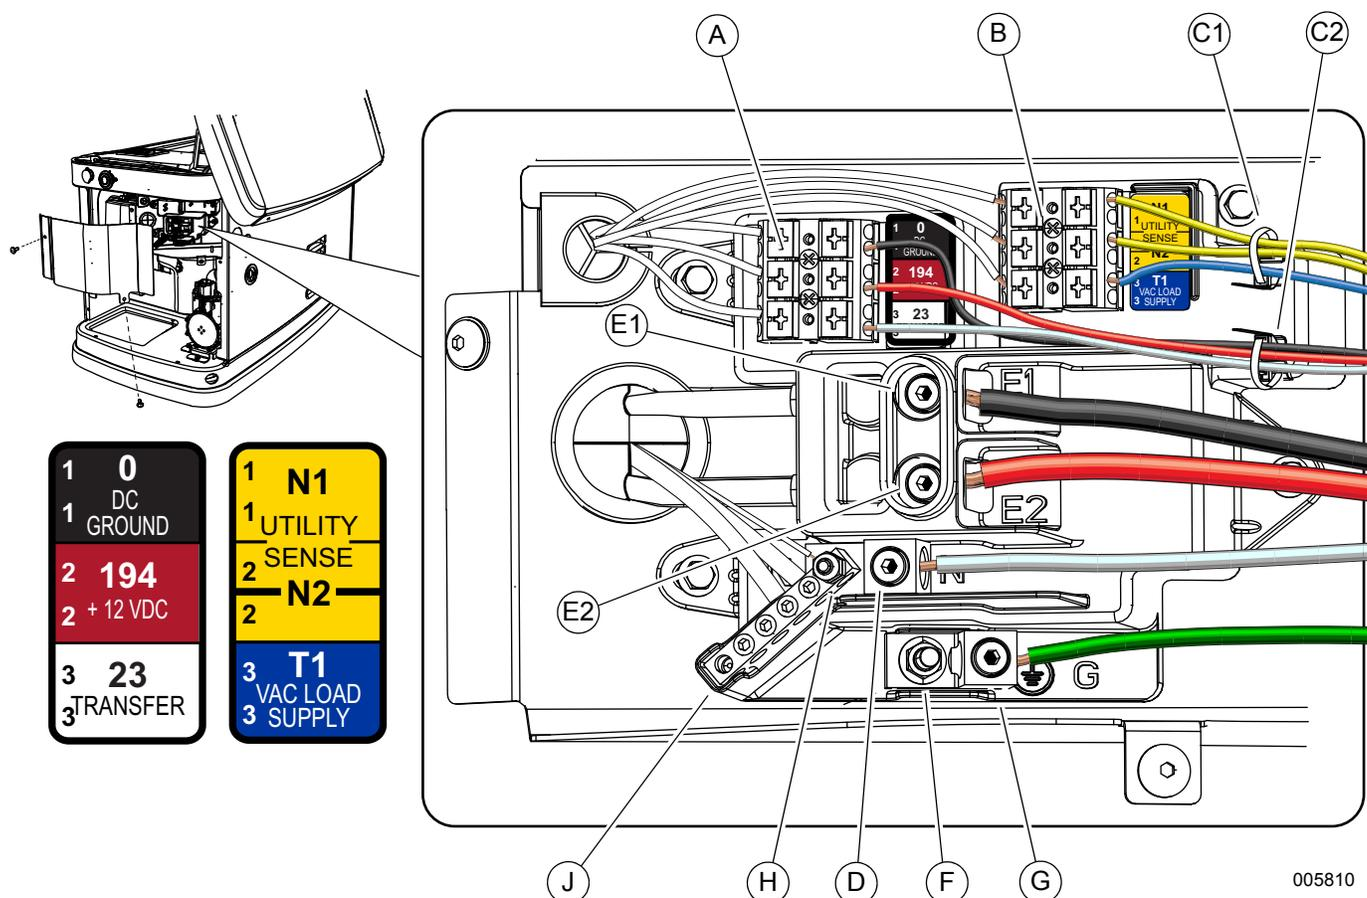

Figure 6-1. Raccordements électriques
Voir Figure 6-1. Le boîtier de câblage électrique se trouve derrière un panneau d'accès sur le côté admission de l'appareil. Démonter le panneau du côté admission comme indiqué sous Dépose du panneau latéral d'admission, puis déposer le panneau d'accès. Raccorder les fils conformément au schéma et aux tables ci-dessous.
4. Voir Figure 6-1. Dénuder les extrémités des fils. Ne pas enlever trop d'isolant. Tirer les fils de mesure à travers le serre-fils prévu à cet effet (C1) et les raccorder au bornier du circuit de mesure (B). Appuyer sur la borne à ressort à l'aide d'un tournevis à tête plate, enfiler le fil et relâcher.
5. De la même façon, tirer les fils de commande à travers le serre-fils prévu à cet effet (C2) et les raccorder au bornier du circuit de commande (A).
- Voir Figure 6-1. Desserrer les cosses de neutre (D), de mise à la terre (G) et des phases d'alimentation (secteur) (E1, E2).
Voir Figure 6-1. Raccorder un cavalier de mise à la masse de section adaptée conformément à la Table 250.102(C)(1) du NEC entre la barre de neutre (J) et la borne de mise à la terre (F). Serrer l'écrou de la borne de mise à la terre à un couple de 35 **po-lb** (3,95 Nm). Cela est nécessaire si la génératrice est installée en tant que circuit de dérivation séparé. La génératrice devra aussi être raccordée à un système d'électrode de mise à la